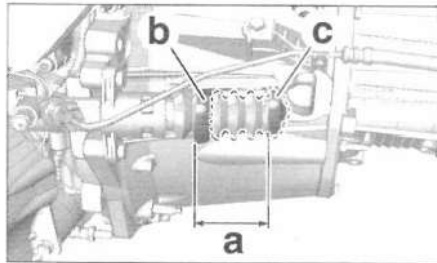

FIG.13
- Mesurer la course (a) de la position embrayée (b) à la position débrayée (c) (Fig.13).